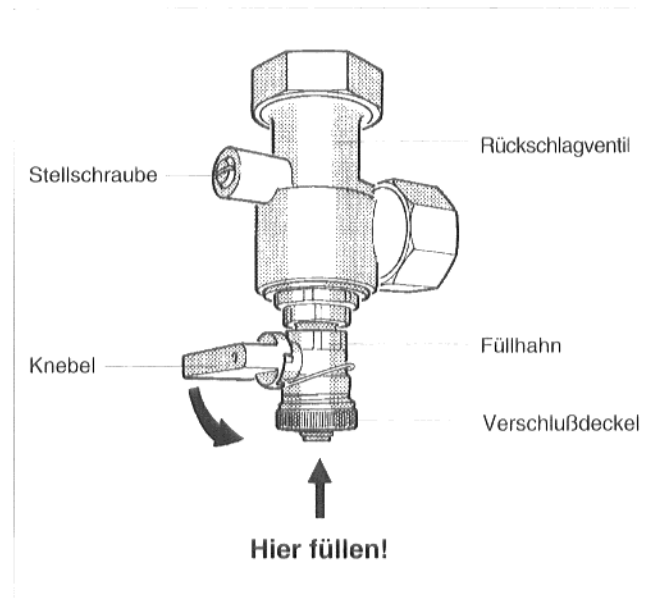

Abb. 11: Rückschlagventil mit Füllhahn
siehe Abb. 11
- Schraubenschlitz der Stellschraube des Rückschlagventils in senkrechte Stellung (immer geöffnet) bringen (Abb. 11).
- Verschlußdeckel des Füllhahns abschrauben, Füllschlauch aufschrauben und Knebel des Füllhahns in senkrechte Stellung bringen (Öffnen) (Abb. 11).
- Anlage am Füllhahn **ca. 1/2 Minute lang** langsam füllen (Abb. 11).
- **Schraubenschlitz der Stellschraube des Rückschlagventils in waagerechte Stellung (Betriebszustand) bringen (Abb. 11).**
- Anlage am Füllhahn weiterfüllen (Abb. 11).